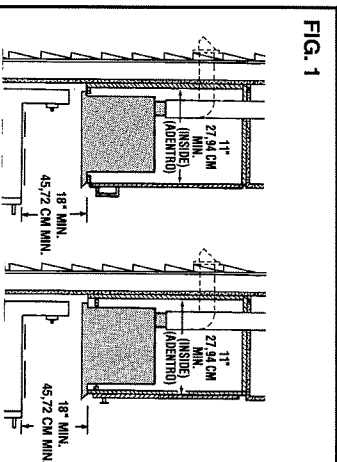

FIG. 1
- Connect ductwork and power cable. (FIG. 1)
- Conecte los ductos y el cableado. (FIG. 1)